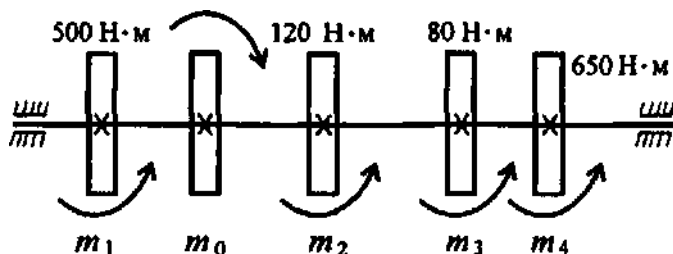

Рис. 2
7. В каком порядке рациональнее расположить шкивы на валу для уменьшения нагрузки на вал (рис.2)?